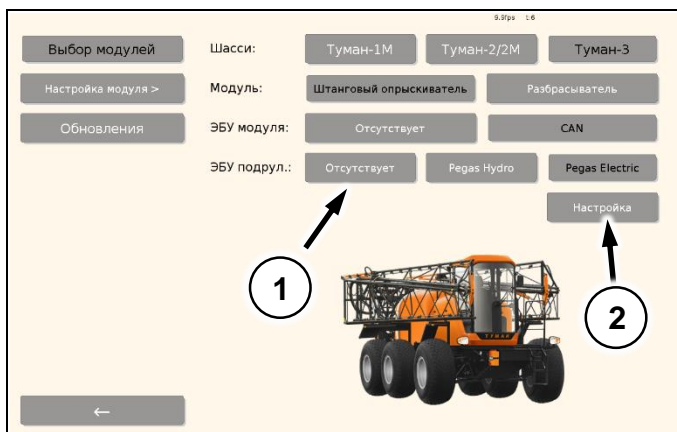

Рис. 20
- «Настройка». (Поз.2) (Рис. 20).